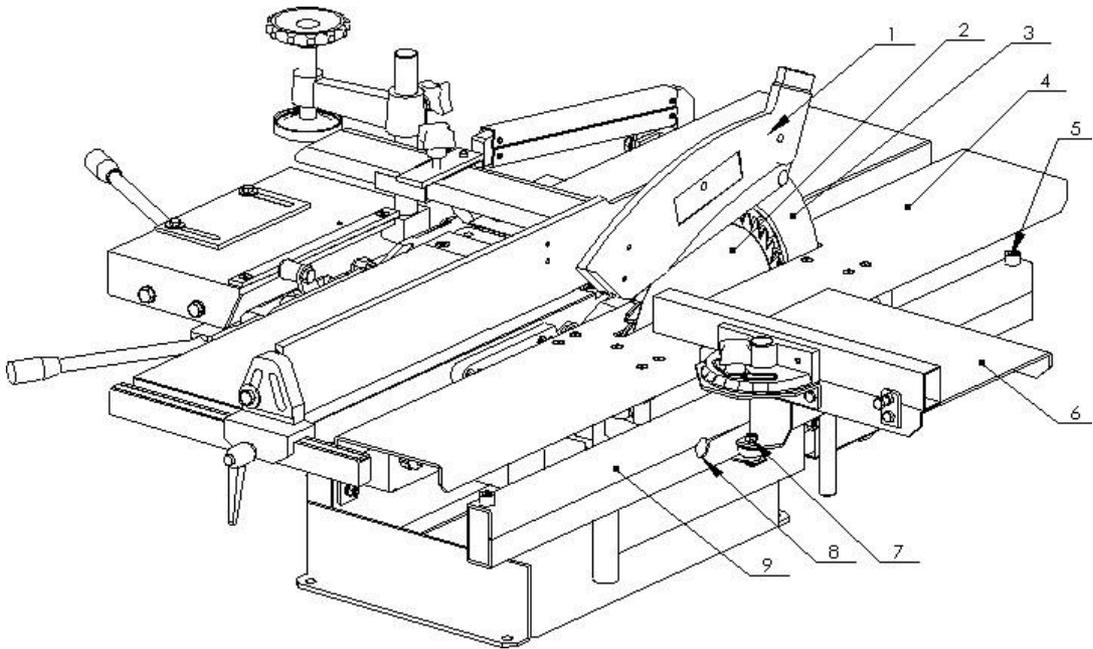
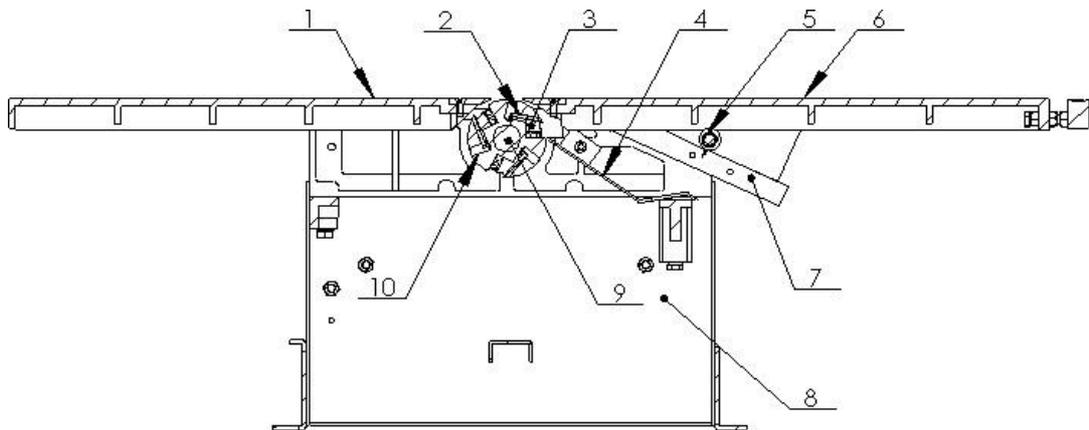

Рис. 3. Схема распилочного узла
Рис. 5 Схема фугования 1 Задний стол 2 Режущее лезвие 3 Болт резака 4
- 3 Поверните защитный кожух 4 шпинделя фрезы вверх и зафиксируйте после переворачивания переднего стола 6. Затем запустите станок (см. Рис. 5).
Установите торцовочный стол: как показано на рис.3, сначала демонтируйте резиновый ограничительный вал 5, установите торцовочный стол 6 на направляющую торцовочной пилы 9, затем установите резиновый ограничительный вал 5.
Станок поставляется с тремя уже установленными лезвиями; Однако каждый раз, когда потребуется их заточить или заменить, действуйте следующим образом: Выключите станок. Выньте вилку из розетки и убедитесь, что никто не сможет ее случайно включить. Наденьте кожаные перчатки. См. Рис. 5. Ослабьте болт 3, вставьте отвертку в отверстие 10, вытащите приспособление 2, затем немного затяните болт 3, положите плоскую линейку на среднюю часть губчатой пластины поверхности заднего стола 1. Поверните шпиндель 9, лезвие 2 вставьте в шпиндель 9. Подсоедините лезвие 2 к плоской линейке и закрепите лезвие 2 над поверхностью стола на одинаковой высоте. Сначала закрепите средний болт, затем два концевых, проделайте описанную выше процедуру несколько раз, чтобы завершить установку трех лезвий. Положите плоскую пластину на поверхность стола, проверьте справа и слева, вручную поверните шпиндель 5, чтобы убедиться, что лезвие касается пластины под одинаковым углом, в противном случае произведите повторную регулировку.
Подготовка: Выключите станок и выньте вилку из розетки, опустите поверхность переднего стола на высоту желаемой глубины. Установите линейку для формирования фаски с направляющей и соедините направляющую с основанием, как показано на рис. 5 слева.
Остановите станок, выньте вилку из розетки, снимите пилу под крышкой, ослабьте фиксирующую планку, снимите пыльный стол. См. рис.5, вставьте отвертку в отверстие 10 шпинделя фрезы 9, чтобы остановить шпиндель, открутите гайку гаечным ключом. Будьте осторожны, чтобы не повредить кромку, снимите фланец, очистите фланец и пыльное полотно, осторожно, чтобы они идеально прилегали друг к другу. Установите пыльное полотно на фланец, а затем соедините их шпинделем, зафиксировав двойной гайкой, затем установите пыльный стол. Высота пыльного стола должна быть на 0,5~1 мм больше заднего стола.
Подготовка: Остановите станок, выньте вилку из розетки. В соответствии с рис. 5, ослабьте и вытащите запорную балку 5, поверните крышку переднего стола 6, вытащите установочный штифт 16 (рис. 3), поверните крышку шпинделя 4 вверх, замените установочный штифт 13. Демонтируйте пильный стол, установите лезвие пилы на конце шпинделя, установите шпунтовальный верстак на стойку, расположите верстак по высоте заготовки, отрегулируйте центральную линию заготовки и ось шпинделя инструмента в одной горизонтальной плоскости,